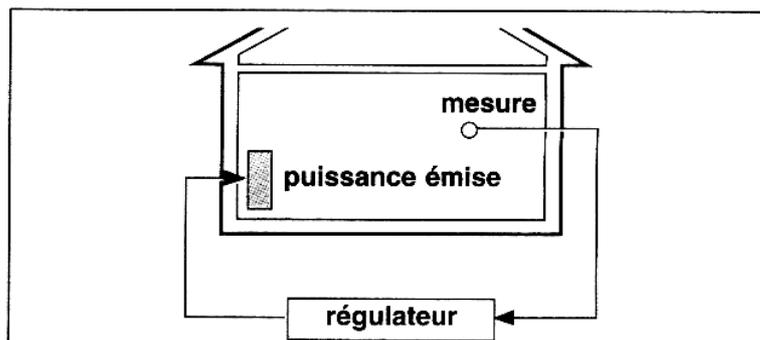

Figure 4.1 – Régulation en boucle fermée ou en fonction de l'intérieur du local
- **en boucle fermée**, un thermostat mesure la **température à l'intérieur** du local et agit immédiatement sur l'émetteur de chaleur, en tenant compte de toutes les perturbations intérieures: apports internes, déperditions brutales (figure 4.1).